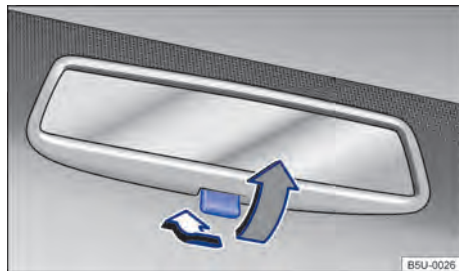

Fig. 67 No para-brisa: espelho retrovisor interno com antiofuscante manual.
- Posição noite: puxar a alavanca → Fig. 67 (seta cinza), para evitar o ofuscamento dos faróis dos veículos que trafegam atrás. ▶